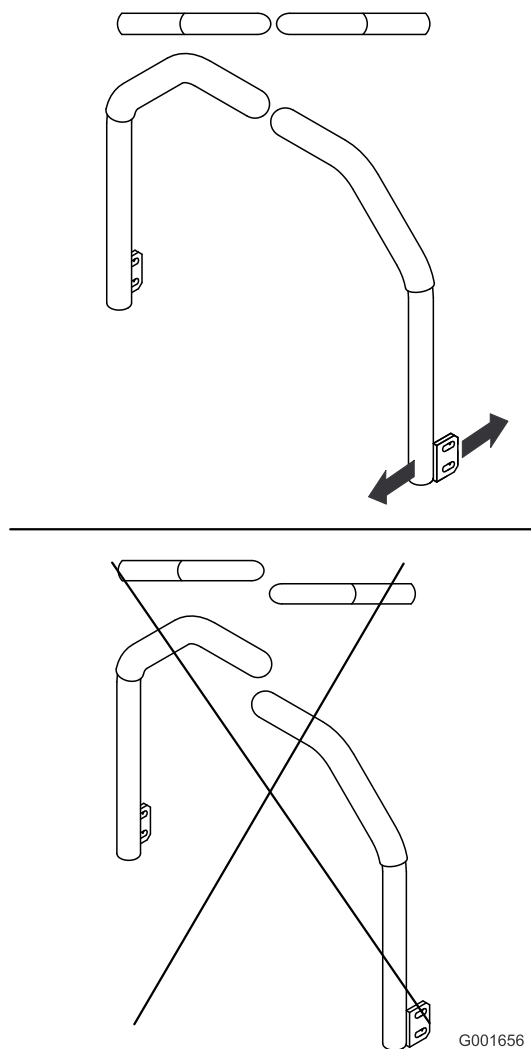

Figure 67
5. Réglez les leviers de commande de sorte à les aligner (Figure 67) et serrez les boulons de fixation des leviers aux montants.